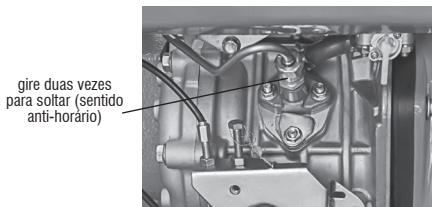

Fig. 8 – Expurgando o sistema de combustível
- Com auxílio de uma chave, gire a porca do bico injetor duas vezes no sentido anti-horário, Fig. 8